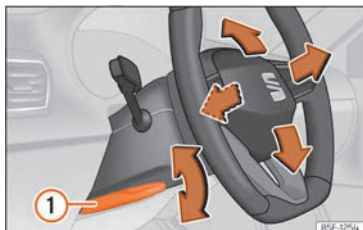

Abb. 64 Hebel auf der linken unteren Seite der Lenksäule.
• Hebel >>> **(Abb. 64) ①** nach unten schwenken, Lenkrad in die gewünschte Position bringen und Hebel wieder bis zum Schließpunkt nach oben drücken.
• Den Hebel >>> **(Abb. 64) ①** nach dem Einstellen immer fest nach oben schwenken, damit das Lenkrad während der Fahrt nicht unbeabsichtigt seine Position verändert.